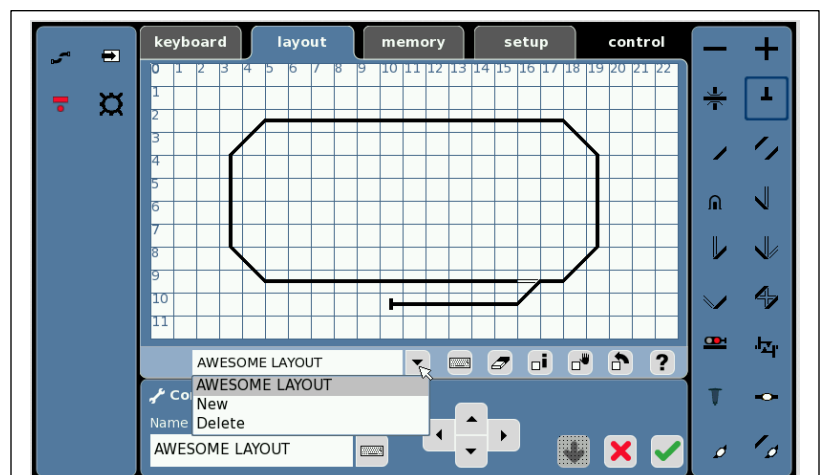
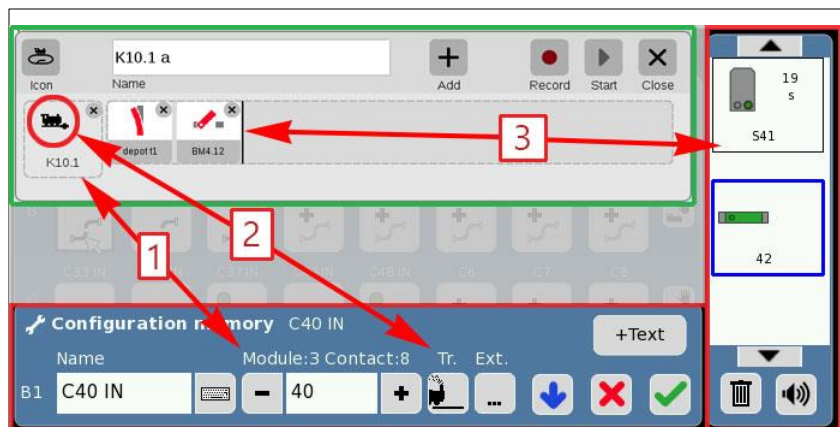

図4-新しいレイアウト図を作成します。
図3: CS2(赤い境界線)とCS3/3+(緑の境界線)のイベント(ルート)設定ウィンドウの比較
レイアウト図にターンテーブルを置くには、ターンテーブルが既存の図に対して大きすぎる可能性が高いため、新しい図を作成する必要があります。編集モードで新しいレイアウト図を作成するため、“New” を選択します(図4)。
各イベントには、3つの基本的な設定項目があります。1つは必須です。他の2つは、センサー起動を使用する場合にのみ必要です。つまり、s88コンタクトセンサーを使用して、イベントを起動する場合です。図3は、CS2の2つのルート設定パネル(赤枠)と比較した、CS3のイベント設定パネル(緑枠)を示しています。
2. センサートリガータイプの設定。これは、センサーがイベントを起動するタイミングを示しています。現在の命名法は、「到着」(図3)または「出発」型のトリガーです。以前の命名は、立ち上がり/立ち下がりエッジ、入線/出線、オン/オフなどでした。到着と出発は、速記表記や在線/非在線ステータスと混同するリスクがないため、おそらく最も認識可能で記憶に残る名前です。
CS2では、'Tr.' ボタン(図3の[2])をクリックするだけでトリガー設定ウィンドウに切り替わります。CS3のトリガー設定ウィンドウを開くには、図3の[1]に示されている領域をクリックします。'Settings(設定)' ウィンドウが開きます(図4)。
重要なオプションは、'Position(ポジション)' ボタンです。このアイコンは、トリガータイプを示します。到着型(黄色のアイコン、図4)または出発型(灰色のアイコン)です。
CS2での起動条件は、'Ext.' ボタン(図3参照)をクリックすると表示されます。クリックすると、CS2は 'Advanced settings for Route' ウィンドウを表示します。ウィンドウには、'Trigger' (トリガー)と 'Conditions' (条件)の2つのセクションがあります。'Trigger' は、ルート設定ウィンドウ(図3)で設定したものと同じです。